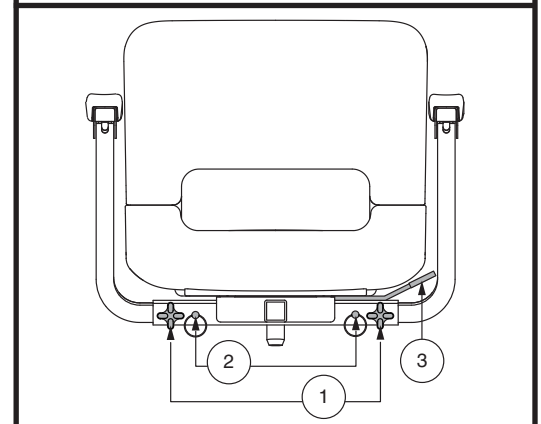

Abb. 11 Sitz- u. Armlehneneinstellung
1. Lösen Sie die Armlehneneinstellhebel. **Siehe Abb. 11.**